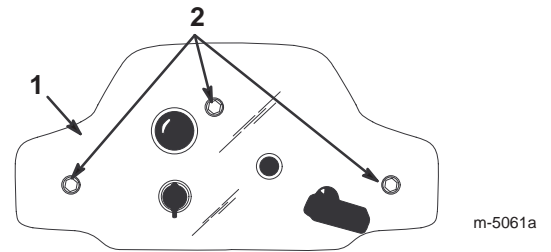

Bild 23
3. Entfernen Sie die drei Befestigungsschrauben, mit denen die Schalttafel am Gehäuse befestigt ist (Bild 23).